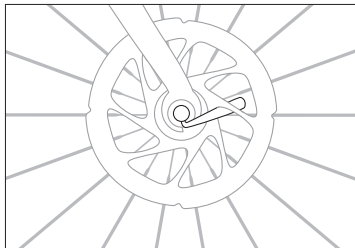

Abb. 2.4
2. Ziehe den Schnellspanner an. Achte dabei auf seine korrekte Stellung in den Ausfallenden und seinen festen Sitz. Wenn der Hebel des Schnellspanners nicht korrekt umgelegt ist (d. h. er ist nicht an der Kettenstrebe ausgerichtet), kann er sich in der Bremsscheibe verfangen (siehe Abbildung 2.4).